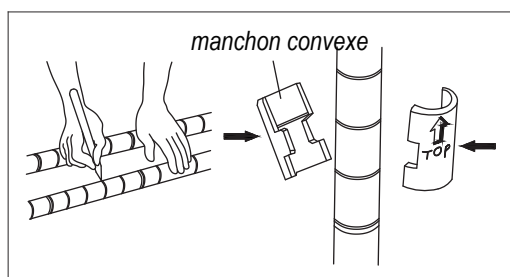

Figure 2
- Insérez quatre manchons coniques en plastique dans la fente appropriée du montant(une fente par montant). Assurez -vous que l'extrémité conique se trouve en haut. Voir la flèche sur le mécanisme de blocage. (Voir la Figure 2)